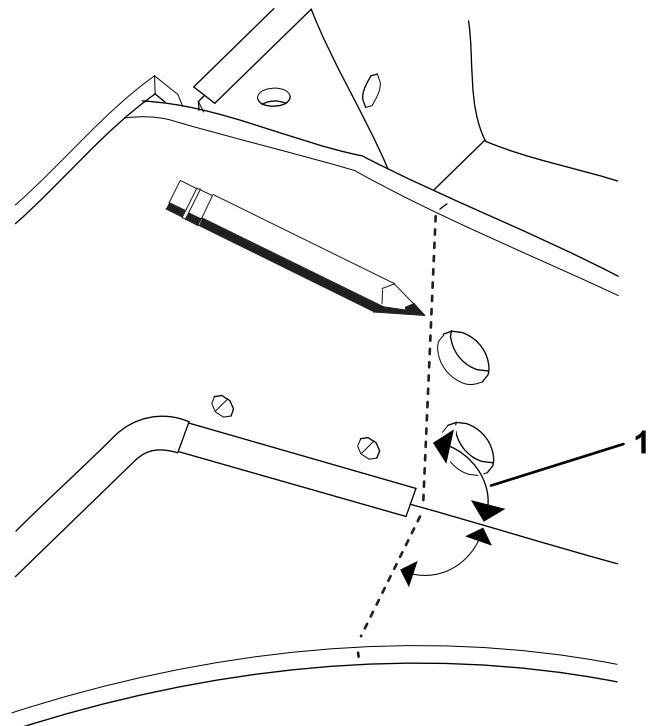

Рисунок 9
2. Используя линейку и инструмент для черчения, проведите линию под углом  $90^\circ$  от основания опоры моста в обоих направлениях (Рисунок 9). Повторите эти действия на другой стороне.